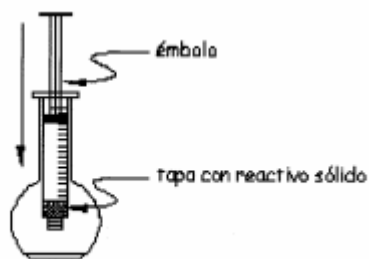

Figura 6
- Apoyando el cuerpo de la jeringa en la boca del matraz (o recipiente), introduce el émbolo hasta que tope con la tapa que contiene el reactivo sólido (Figura 6).